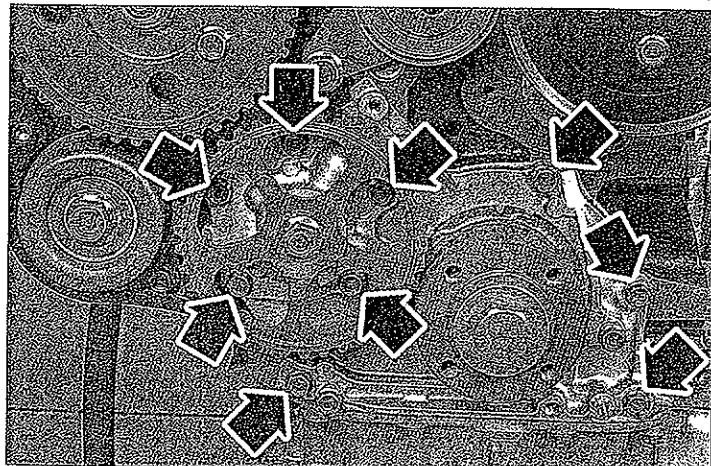

FIG. 19
- el cárter de bomba de aceite (fig. 19).